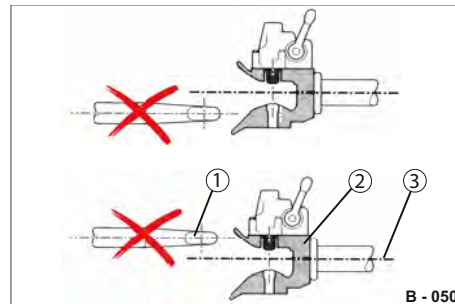

Abb. 53 Höhenverstellung falsch
- ▶ Stellen Sie die Höhe der Zuggabel so ein, dass die Zugöse auf die Mittelachse (Abb. 53/3) oder geringfügig auf den unteren Lappen des Fangmauls trifft.